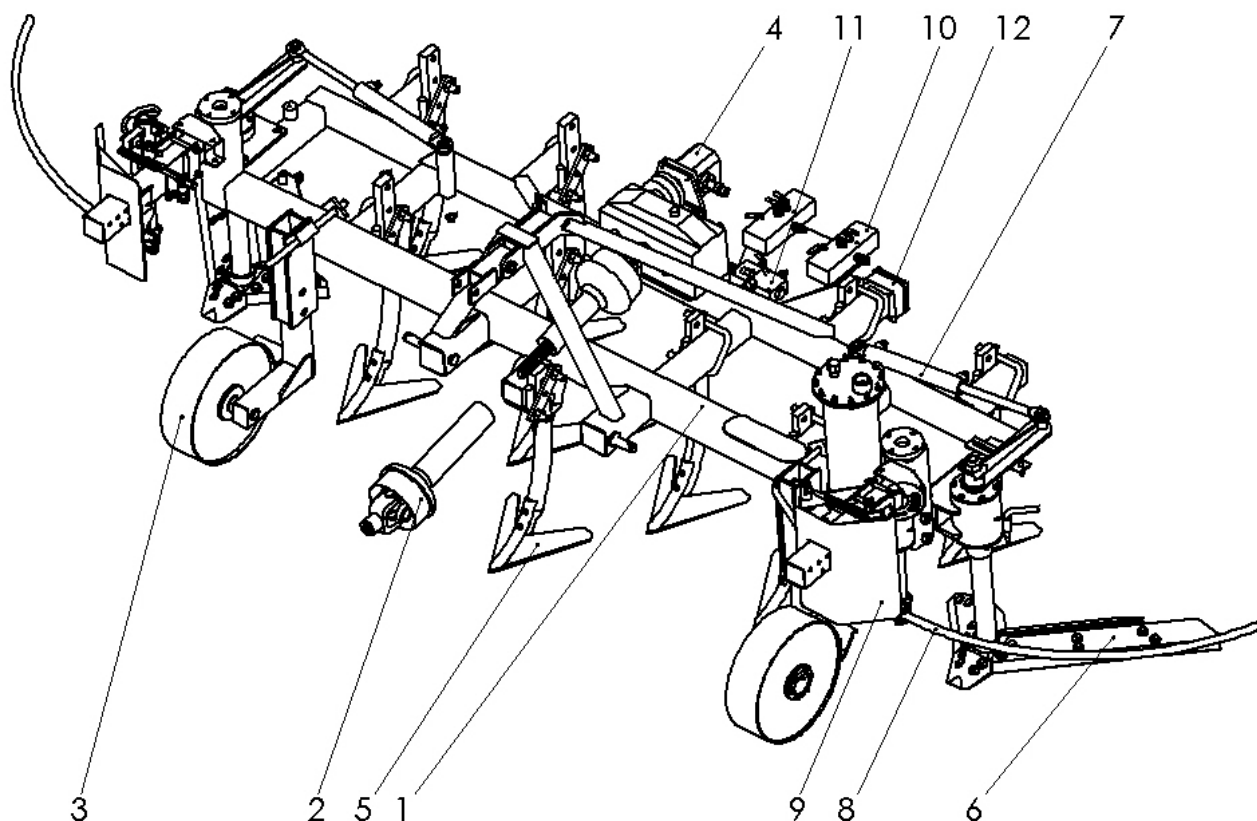

Рис. 1. Культиватор, общий вид (рукава гидросистемы не показаны):
Общий вид культиватора показан на рис. 1.
4.2.1 Регулировку заглубления культиваторных лап осуществляйте перемещением колёс 3 (см. рис. 1) в вертикальном направлении при помощи регулировочных винтов с последующей фиксацией 2-мя боковыми болтами